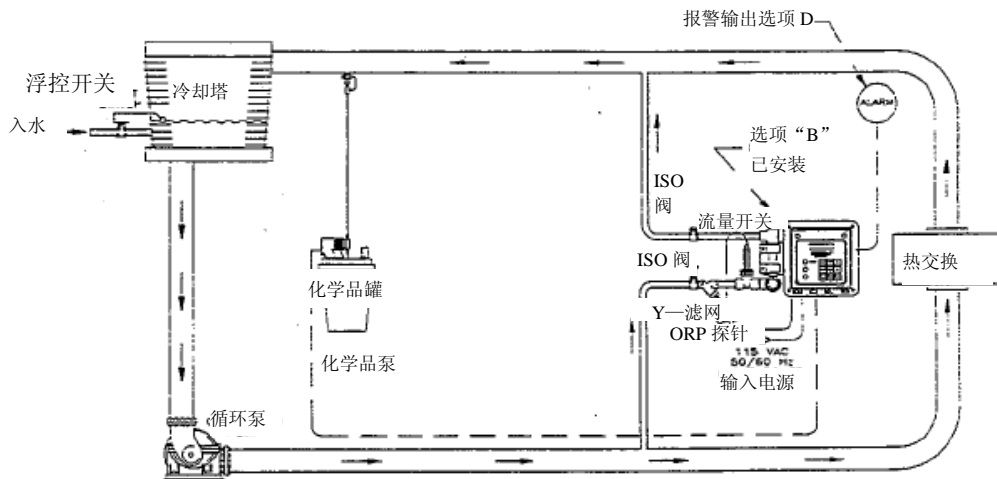

图 2 典型安装
参见图 2，典型安装。
1. 在化学用品和水完全混合的化学注入点前的某一点，安装传感器或者采样流路流量装置。参见图 2，典型安装。
6. 流动方向应该从流量附件的底部到顶部。参见图 2，典型安装。